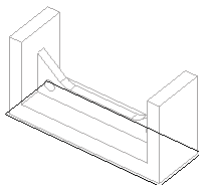

图 2.3.13 操作过程（二）
(2) 模型中图 2.3.13 所示的参照平面变亮, 输入提示信息 top_plane, 按回车键。